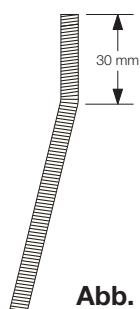

Abb. 10
b) Wenn der Motor hingegen am Boden befestigt wird, sind die Stangen bei etwa 30 mm wie in Abbildung 10 gezeigt zu biegen.